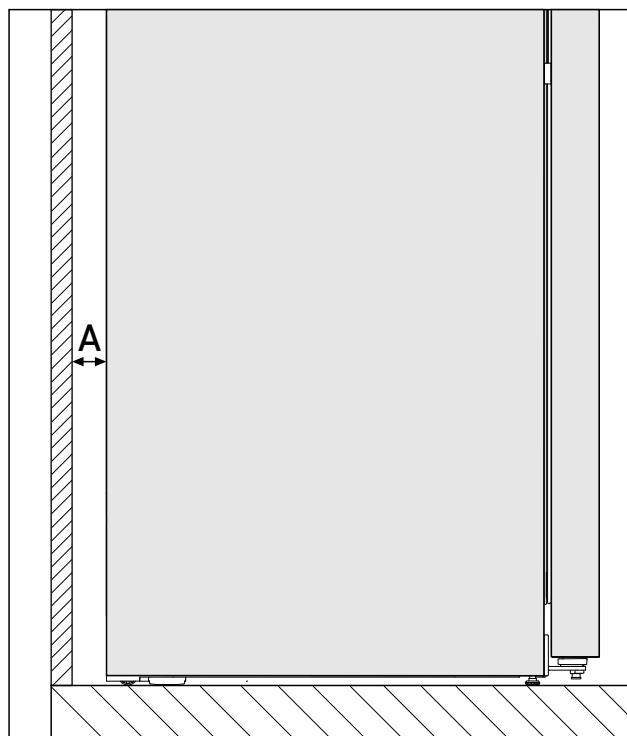

Fig. 3 *
Het energieverbruik is bepaald met een afstand tot de muur Fig. 3 (A) tussen de apparaatachterzijde en wand bepaald. Als de afstand tot de muur kleiner is dan Fig. 3 (A) heeft dit geen invloed op de werking van het apparaat, maar bij een kleinere afstand tot de muur neemt het energieverbruik enigszins toe.*